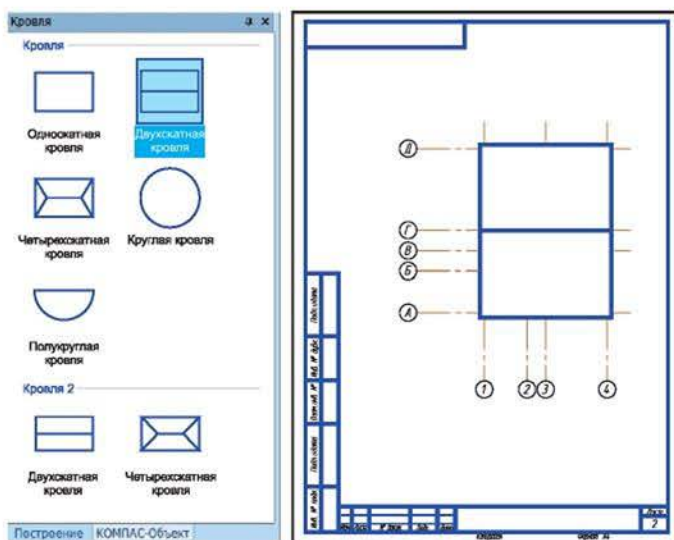

Рисунок 13.13 Задание параметров кровли
2. На панели *Библиотеки проектирования зданий и сооружений: АС/АР* выберите команду *Кровля* → *Двухскатная кровля* и задайте параметры в *Панели свойств* (рисунок 13.13).